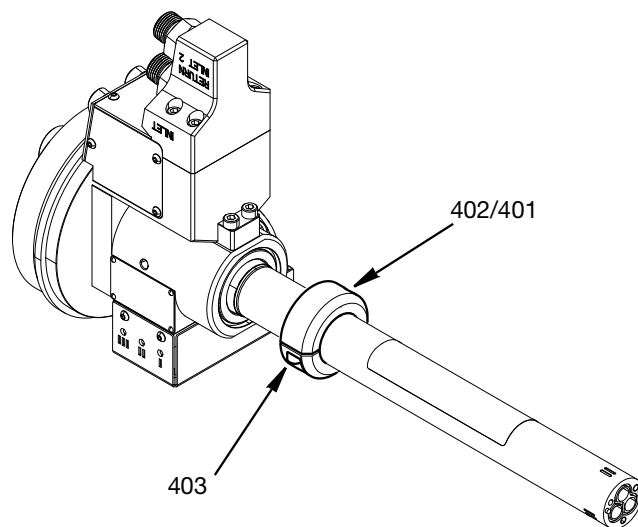

FIG. 16
8. S adaptérem demontovaným ze středního tělesa povolte dva šrouby M5 (403) a vyjměte sestavu pojistného kroužku (401) s podložkou (402). Viz FIG. 16.